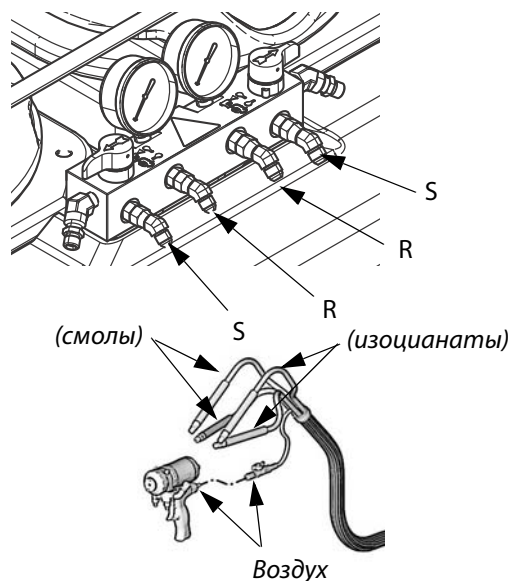

Рис. 5
1. Подключите шланги подачи жидкости к выпускным соединениям шлангов (R, Рис. 5). Красные шланги предназначены для изоцианатов, синие – для смол. Фитинги выполнены в разных размерах, что исключает возможность неправильного подсоединения. Подключите другие концы шлангов ко впускным отверстиям для изоцианатов и смол в пистолете.